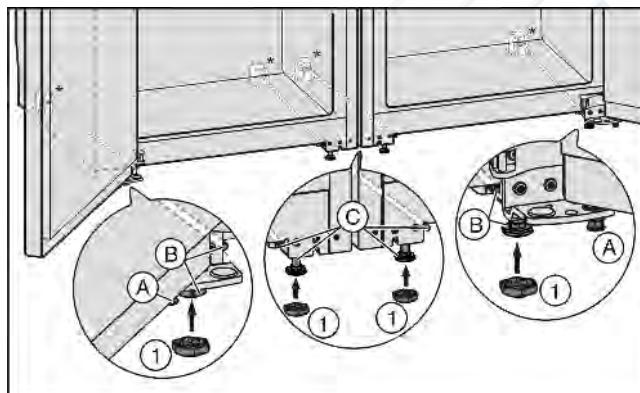

Fig. 4
- При необходимости полностью закрутите установочные ножки Fig. 4 (A) с передней стороны обоих устройств, чтобы они не касались пола.
- Насадите колпачки Fig. 4 (1) на четыре передние установочные ножки.
- Закрутите средние установочные ножки Fig. 4 (C), чтобы они не касались пола.
- Выровняйте комбинацию с помощью внешних установочных ножек Fig. 4 (B).
- Опустите средние установочные ножки Fig. 4 (C) пока они не соприкоснутся с полом.
- После этого подоприте подпорками дверь: Опустите установочные ножки Fig. 4 (A) на опорном кронштейне до их соприкосновения с полом, после этого поверните их на 90°.